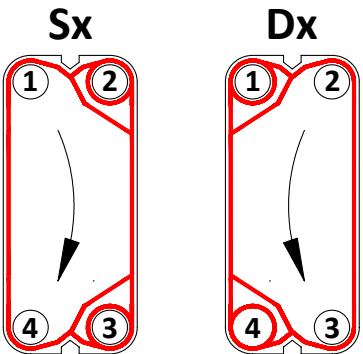

Fig. 6
- Sulle piastre destre il fluido scorre dalla connessione 2 alla 3 o al contrario dalla 3 alla 2 (Fig. 6).
- Sulle piastre sinistre il flusso va da 1 a 4 oppure da 4 a 1(Fig. 6).